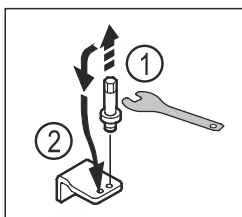

Fig. 21
- ▶ Čap dolnej ložiskovej kontroly vyskrutkujte vonkajším kľúčom na šesťhrannú maticu SW5. Fig. 21 (1)
- ▶ Nasadíte čap na opačnú stranu. Fig. 21 (2)